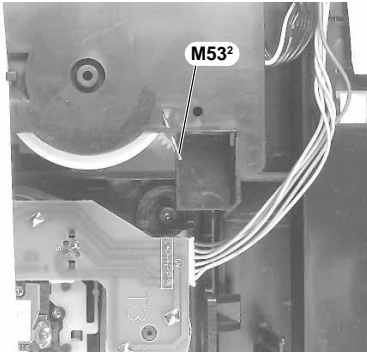

Fig. 16
- Die Feder M53² in die Service-Stellung bringen wie in Fig. 16 abgebildet.
- Set spring M53² in service position as shown in Fig. 16.